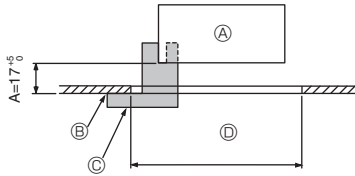

Fig. 9-2
①	Izgara	1	950 × 950 (mm)
②	Geyç	1	(Dört bölmeli)
③	Vida (4 × 16)	1	PLP-6EAE, PLP-6EALME2 için
④	i-see sensor köşe paneli	1	PLP-6EAE, PLP-6EALME2 için
⑤	Kablosuz uzaktan kumanda	1	PLP-6EALM2, PLP-6EALME2 için
⑥	Uzaktan kumanda yuvası	1	Ürünle birlikte uzaktan kumanda sağlandığında bulunur. *
⑦	LR6 AA pil	2	Ürünle birlikte uzaktan kumanda sağlandığında bulunur. *
⑧	3,5 × 16 kılavuz vida	2	Ürünle birlikte uzaktan kumanda sağlandığında bulunur. *
9.2. Izgarayı takma hazırlığı (Fig. 9-2)
• Bu kit ile birlikte verilen geyci ② kullanarak ünitenin tavana göre konumunu ayarlayınız ve kontrol ediniz. Eğer ünite tavana göre doğru yerleştirilmezse hava geçirebilir veya kondansasyon birikmesine imkan verebilir.